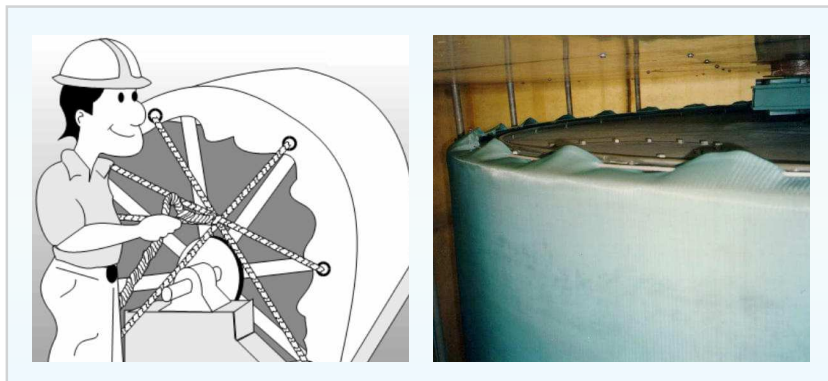

Figura 9: *Fijación por ojales y cuerda.*
- **Ojales y cuerda:** son provistos con la tela con la finalidad de mantenerla estable sobre el filtro durante el proceso de encogimiento, evitando desplazamientos. En algunos casos, se utiliza este procedimiento para la fijación de la tela al equipamiento, según muestra la figura 9;